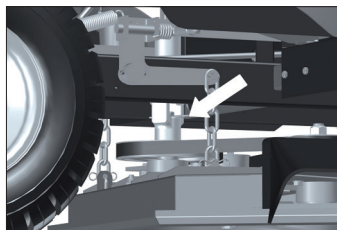

Fig. 31
3. Retire o pino "R" do eixo cardã [Fig. 31].